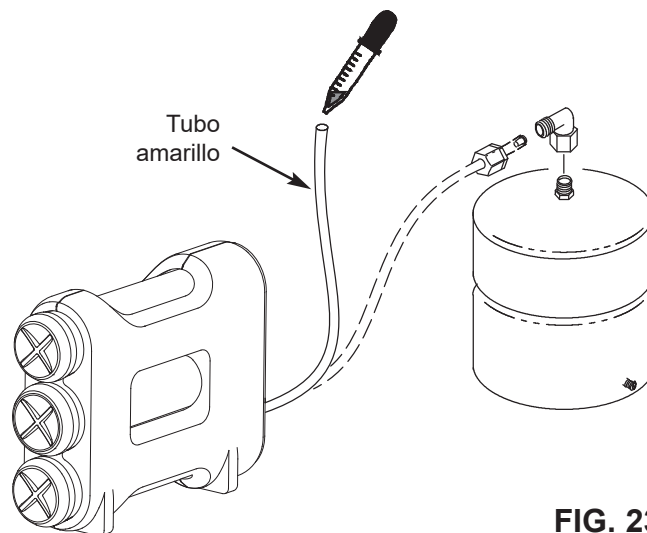

FIG. 23
Desinfecte el sistema inmediatamente después de la instalación del sistema de ósmosis inversa. También se recomienda hacerlo tras darle mantenimiento a las piezas internas. Es importante que la persona que instale o le dé mantenimiento al sistema tenga las manos limpias mientras manipula las piezas internas. Para desinfectar el sistema, siga los pasos a continuación: Vea la Fig. 23.
4. Agregue 3 ml de cloro en el extremo abierto del tubo amarillo. Manipule el cloro según las recomendaciones del fabricante. Vea la Fig. 23.